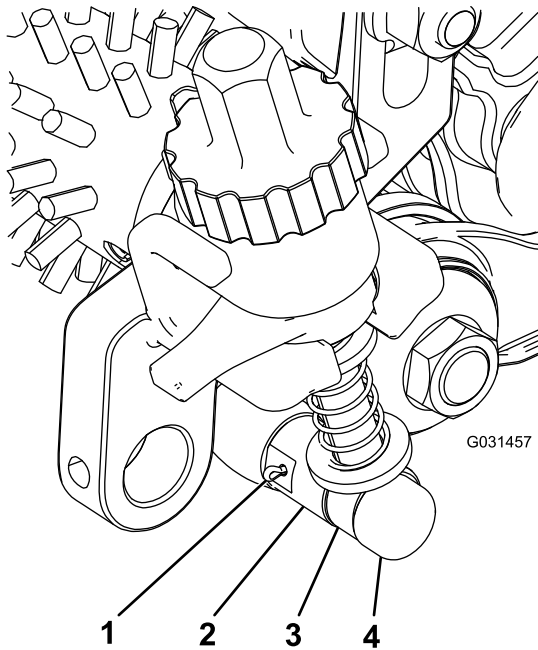

图20
4. 将靠近怠轮总成的调整臂组件杆与怠轮总成上的调节环对准然后用调节销和开口销固定图20。